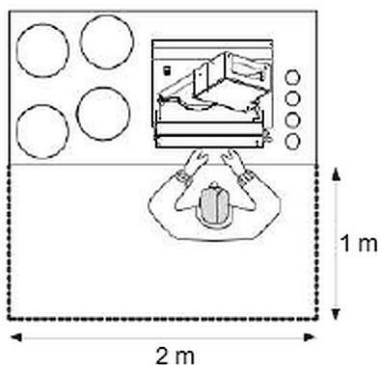

Fig. 5
- Positionner avec précaution l'appareil en suivant les consignes de la fig. 5 qui indique les distances minimales exigées pour que l'opérateur ou le technicien puisse procéder aux opérations et/ou aux travaux de maintenance.